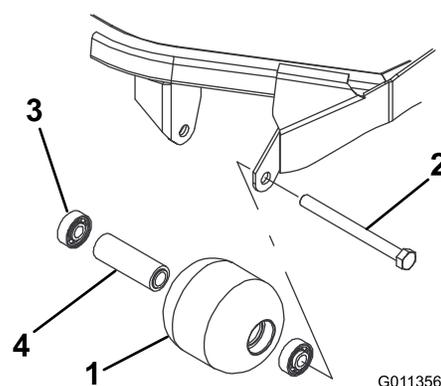

Figura 80
1. Rimuovete il bullone di montaggio del rullo (Figura 80).
distanziale del cuscinetto del rullo (Figura 80). Sostituite tutti i componenti danneggiati e procedete con il loro montaggio.
1. Montate il primo cuscinetto premendolo nell'alloggiamento all'interno del rullo (Figura 80). Premete soltanto sulla pista esterna o, in misura uguale, sulla pista interna ed esterna.
2. Inserite il distanziale (Figura 80).
3. Montate il secondo cuscinetto premendolo nell'alloggiamento all'interno del rullo (Figura 80). Premete in misura uguale sulla pista interna ed esterna, fino a quando la pista interna non tocca il distanziale.